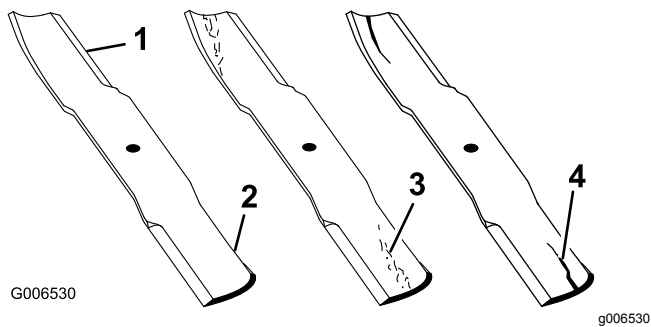

Figura 145
- Verificate accuratamente i taglienti (con particolare attenzione ai punti d'incontro delle sezioni piatta e curva della lama), come illustrato nella Figura 145.
Nota: Sabbia e materiali abrasivi possono consumare il metallo che connette le sezioni piatta e curva della lama, per cui si consiglia di controllare la lama prima di usare il tosaerba. Se riscontrate segni di usura, sostituite la lama (Figura 145).